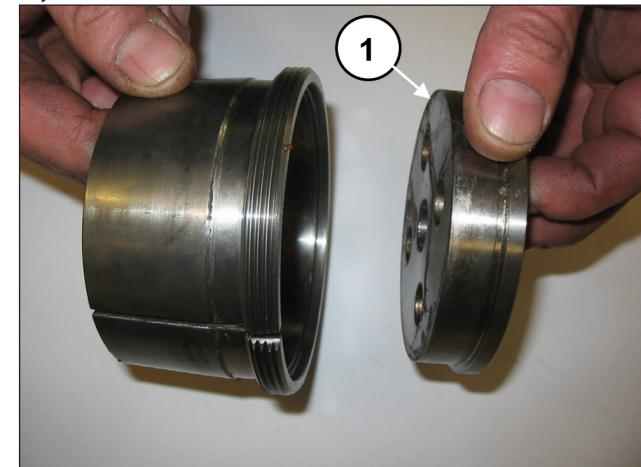

Рис. 21
Отсоедините фиксирующий фланец втулки от стяжной втулки (поз. ①, Рис. 21).